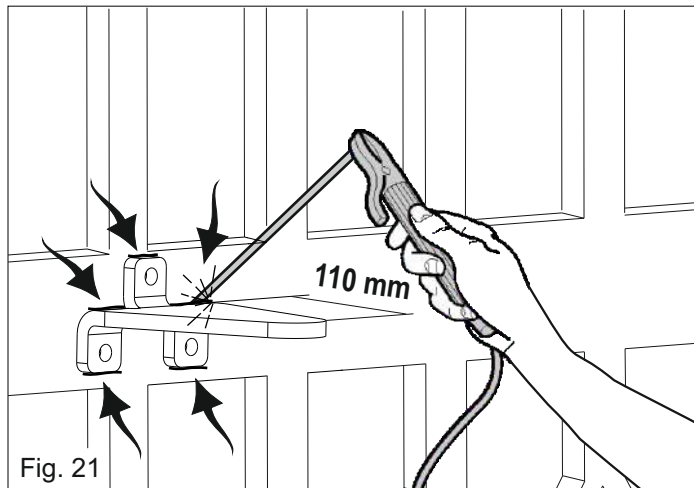

Fig. 21
- 2) Soldar el soporte delantero en correspondencia de los puntos indicados por las flechas (Fig. 21)